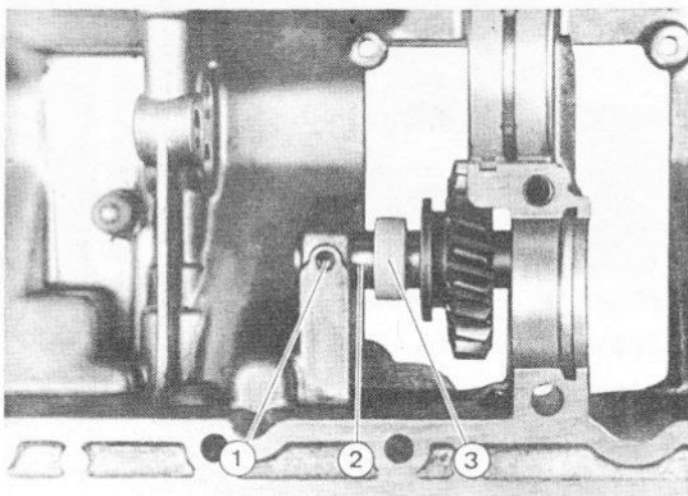

Fig. 6.25 Eléments du pignon de renvoi de marche arrière (Sec 8)
12 Chasser la goupille cylindrique d'arbre de renvoi de marche arrière (1), Fig. 6.25.